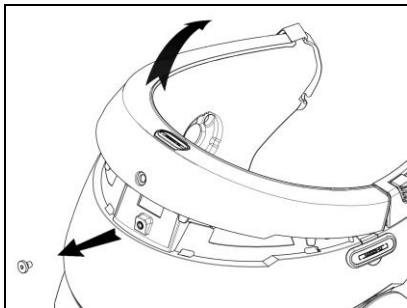

Fig. 4
- Remover o parafuso do rebordo integrado ao capacete usando a chave apropriada (Fig. 4).
- Remover completamente o rebordo integrado conforme ilustrado na Fig. 4, removendo também, desta forma, as almofadas.